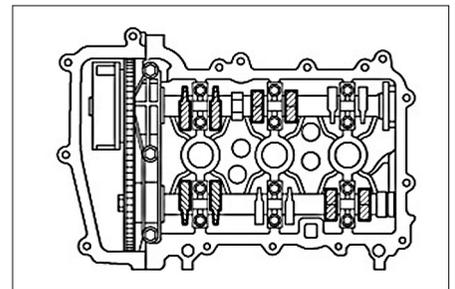

FIG. 42
- A l'aide d'un jeu de cale, mesurer le jeu aux endroits indiqués (Fig.42).